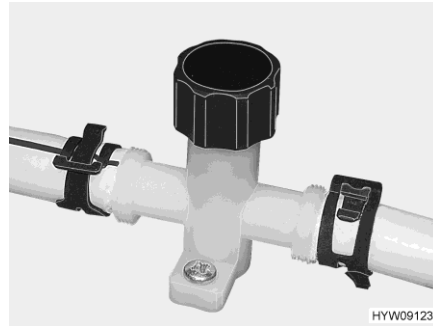
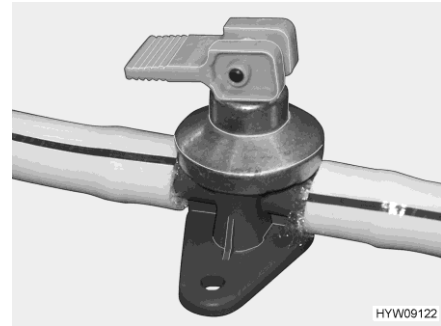

Fig. 155 Llave de desagüe (tubería de agua)
Fig. 156 Llave de desagüe (caldera Alde)
- Cerrar las llaves de desagüe (Fig. 155 y Fig. 156). Para ello, cerrar los capuchones girándolos en sentido de las agujas del reloj, o colocar el balancín en posición horizontal. El lugar de instalación de la válvula de seguridad/purga y de las llaves de desagüe figura en el apartado 10.6 al final del presente capítulo.